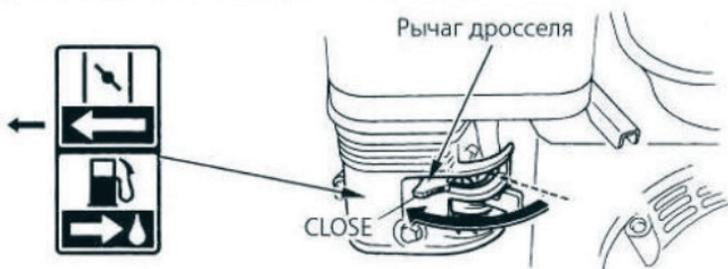

Рис. 14
4. Передвиньте рычаг дросселя в положение CLOSE (закрыто). (см. рис. 14)
4. Рычагом газа (см рис. 14) на правой ручке руля мотоблока регулируйте рабочие обороты двигателя в соответствии с нагрузкой.